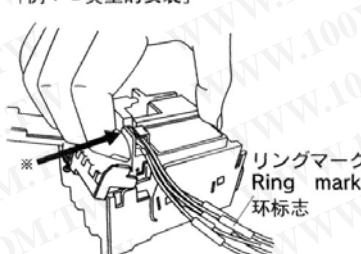

図4 Fig. 4
3. ブレーカがトリップ状態であることを確認してください。付属装置を取付位置に挿入してください。(矢印方向に軽く押しながら入れると挿入しやすくなります。図4、5、6、7)
3. Confirm that it is in trip condition. Remove the protection cap attached to the accessory device and insert the accessory device to the installation position. (To make easier insertion, push it in the arrow direction lightly and insert. Fig. 4, 5, 6, 7)
3 请确认断路器是否呈脱扣状态，并将附属装置插入安装位置(按箭头方向轻轻向内插入即可。请参照图4、5、6、7)。